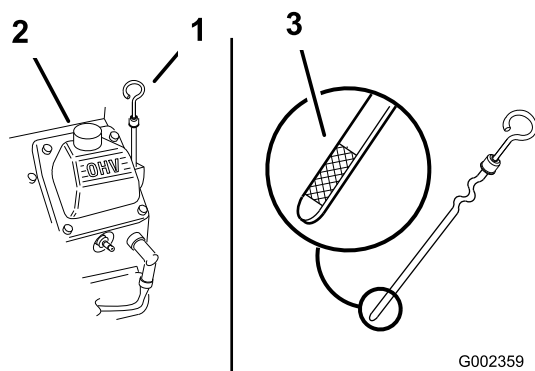

図 19
3. 給油口からゴミが入ってエンジンを傷つけないように、ディップスティック (図 19) の周囲をウェスできれいに拭く。
4. ディップスティック (図 19) を抜き取り、付いているオイルをウェスで拭きとる。
5. ディップスティックを補給管一杯に差し込む (図 19)。ただしネジ込まないこと。
6. 補給管 (図 19) から、必要量の80% 程度のオイルをゆっくり入れる。